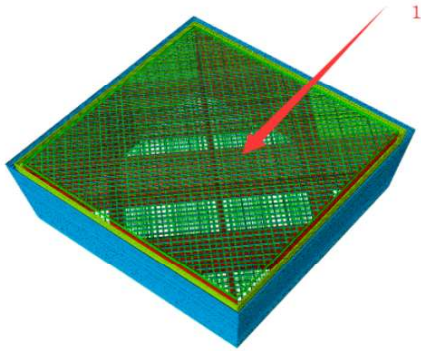
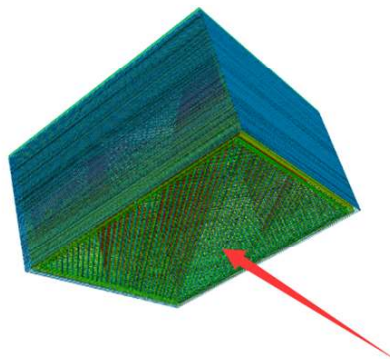

图 5
图 6
1.表面速度（单位mm/s）：表面即模型的上下表面如图 5、图 6，这些表面的厚度由表面层厚度决定，表面速度为这些上下表面的打印速度（喷头一边挤出料丝一边移动时的移动速度）。**速度越慢，模型打印质量越好。建议速度范围为：10-70mm/s。**